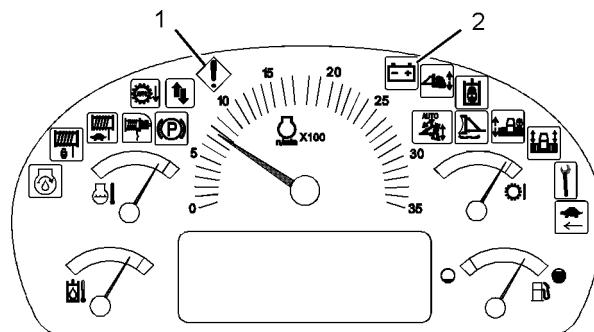

Рис. 76
**Аварийный индикатор дисплея** – Включается сигнальная лампа на переднем блоке приборов. См. рис. 76. Сигнальная лампа, которая появляется на экране монитора системы Advisor, указывает на то, что системой контроля обнаружена неисправность.